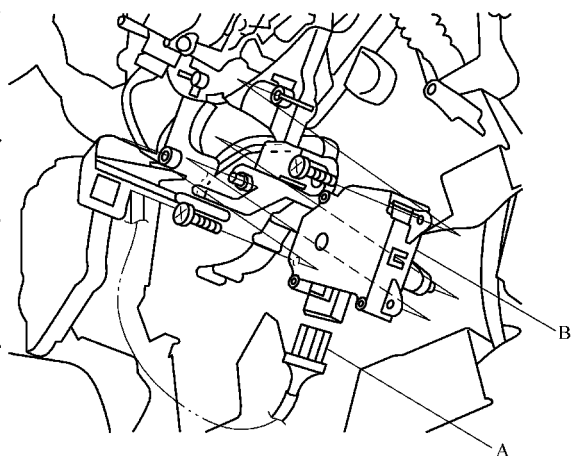

图 19-7 拆下空气混合控制电动机
- 3) 如图 19-7 所示, 将 7 针连接器 A 从驾驶人侧空气混合控制电动机 B 上断开。将自攻螺钉和驾驶人侧空气混合控制电动机从加热器单元上拆下。